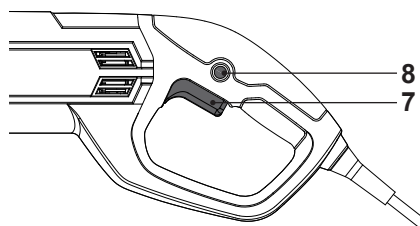

Fig. 5
- > Porniți produsul prin apăsarea comutatorului de pornire/oprire (7) (Fig. 5).
- > Opriți produsul prin eliberarea comutatorului de pornire/oprire (7) (Fig. 5).
- > Porniți produsul prin apăsarea comutatorului de pornire/oprire (7) și mențineți-l în poziție (Fig. 5).
- > Apăsați butonul de blocare (8) pentru a bloca comutatorul de pornire/oprire (7) (Fig. 5).
- > Eliberați ambele comutatoare. Comutatorul de pornire/oprire (7) este acum blocat pe utilizarea continuă.
- > Apăsați și eliberați butonul de PORNIRE/OPRIRE (7) pentru a opri produsul.